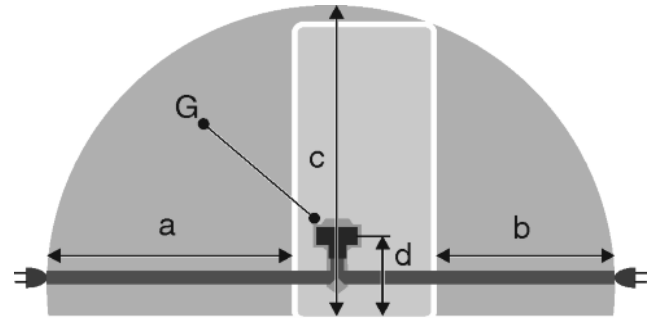

Fig. 29
- A konnektor a készülék hátoldali területén kívül helyezkedik el a megadott tartományban. Fig. 29 (a, b, c)
- ▶ Dugja be a csatlakozót Fig. 29 (G) a készülék hátoldalába. Figyeljen a megfelelő bekattanásra.